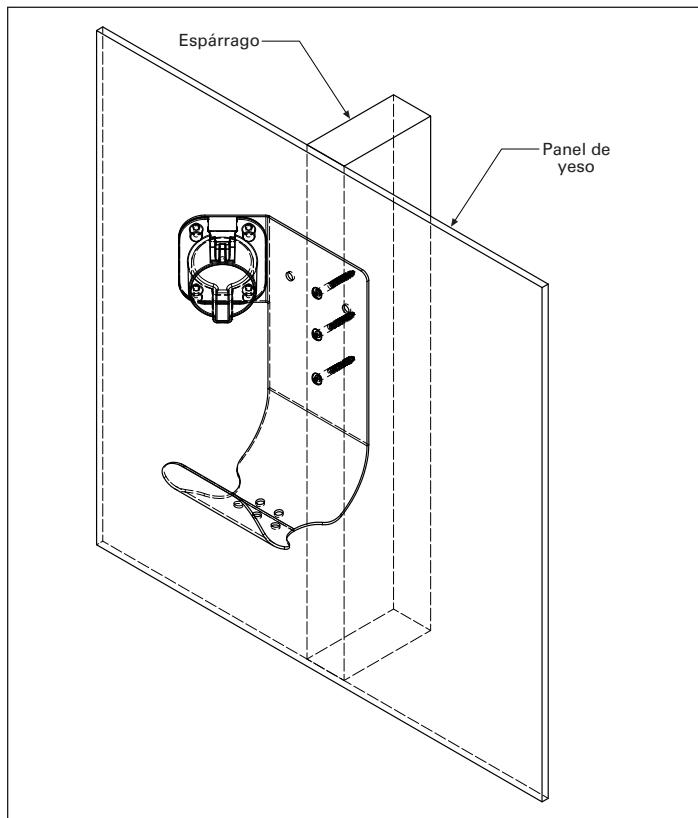

Figura 2. Sujetar la funda premium para cables a la pared
Paso 4. Como se muestra en la **Figura 2**, sujeté la funda premium para cables a la pared. Para ello, utilice tres tornillos para madera n.º 10 de 1-1/2 pulgadas.